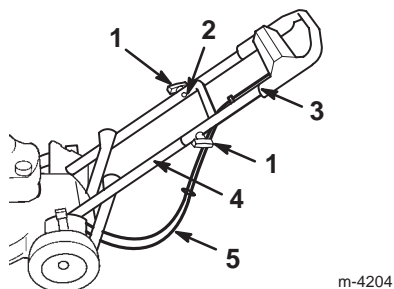

Figure 3
- Glissez la partie supérieure du mancheron sur la partie inférieure de sorte qu'elles s'adaptent parfaitement (Fig. 3).
- Les câbles doivent passer sous et derrière la partie inférieure du mancheron, comme indiqué à la Figure 3.
- Fixez la partie supérieure du mancheron à la partie inférieure à l'aide de 2 boulons à tête profilée et de 2 boutons (Fig. 3).